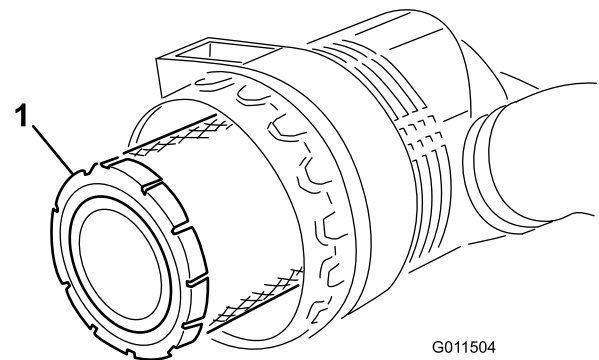
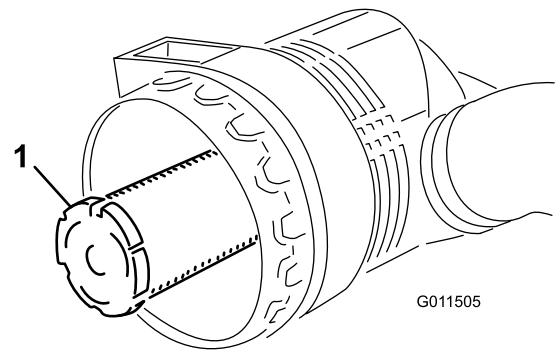

Figure 50
Figure 51
3. Enlevez l'élément principal (Figure 50). Il est déconseillé de nettoyer les éléments usagés car cela risque d'endommager le matériau du filtre. Vérifiez que le filtre de rechange n'a pas été endommagé pendant le transport. Vérifiez l'extrémité d'étanchéité du filtre et du corps. N'utilisez pas l'élément s'il est endommagé. N'enlevez **pas** l'élément de sécurité (Figure 51).
Important: N'essayez jamais de nettoyer l'élément de sécurité (Figure 51). Remplacez-le une fois sur trois, quand vous effectuez l'entretien de l'élément principal.
4. Remplacez l'élément principal (Figure 50).